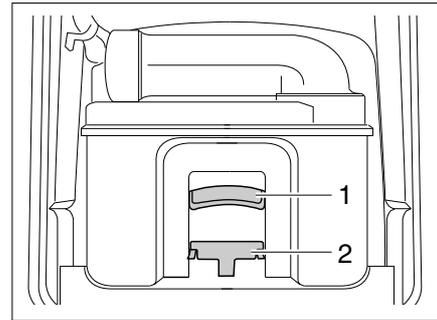

Bild 250 Thetford-Kassette
- Haltebügel (Bild 250,2) nach vorne ziehen um die Toiletten-Kassette zu entriegeln und Kasette am Griff (Bild 250,1) herausziehen.